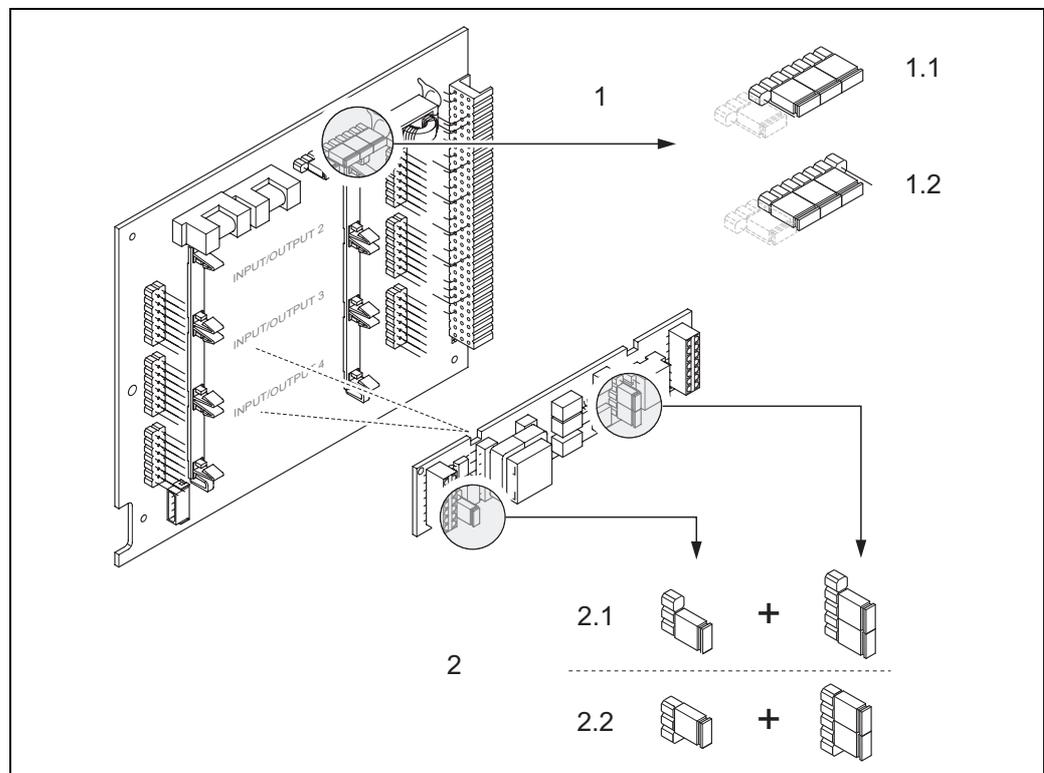

Fig. 32: Configurer les sorties courant à l'aide de ponts (platine E/S)
3. Positionner les ponts → fig. 32